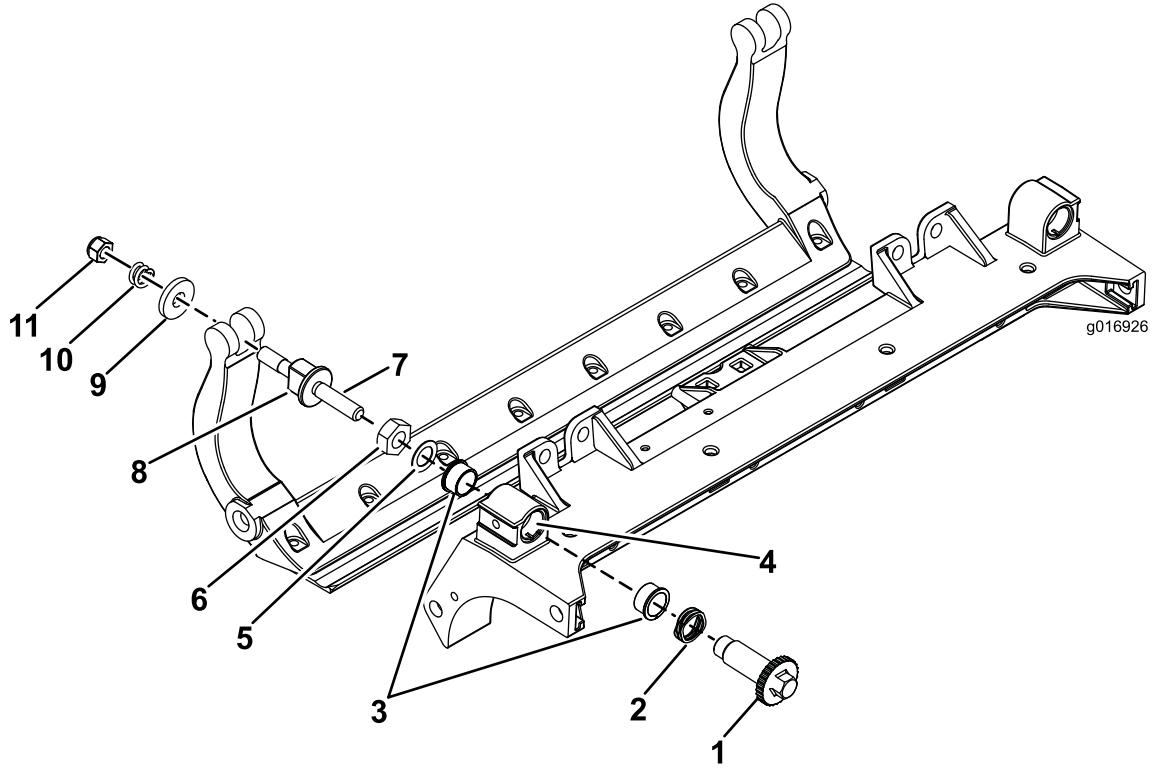

Figure 36
1. Enlevez toutes les pièces (voir les *Instructions d'installation* du kit DPA renforcé et la Figure 36).
2. Appliquez du produit antigrippant à l'intérieur du logement des douilles sur le cadre central de l'unité de coupe (Figure 36).
3. Alignez les clavettes des douilles à embase sur les fentes dans le cadre, et insérez les douilles en place (Figure 36).
4. Posez une rondelle ondulée sur l'axe de réglage et insérez l'axe dans les douilles à embase sur le cadre de l'unité de coupe (Figure 36).
5. Fixez l'axe de réglage avec une rondelle plate et un contre-écrou (Figure 36).
12. Placez une rondelle en acier à l'extérieur de chaque rondelle en nylon (Figure 36).
Remarque: Les rondelles peuvent présenter un espace à l'intérieur (Figure 36).
15. Serrez l'écrou sur chaque vis de réglage de la barre d'appui jusqu'à ce que le ressort de compression soit complètement comprimé, puis desserrez l'écrou d'un demi-tour (Figure 36).